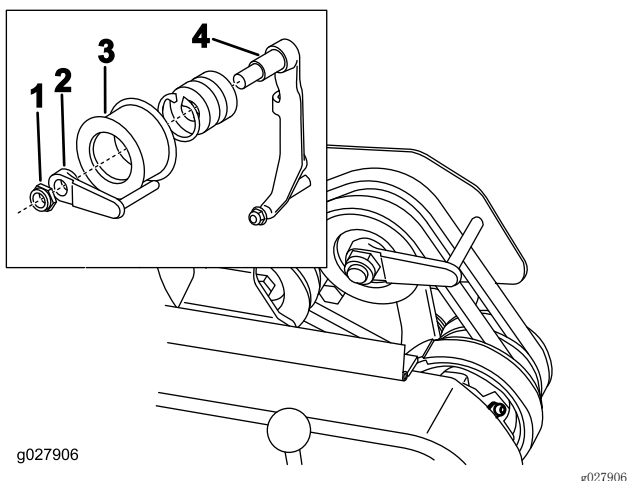

图47
8. 要在不启动发动机的情况下更容易推拉机器，应按下所示的方法调节皮带导轨（图47，插入件）：